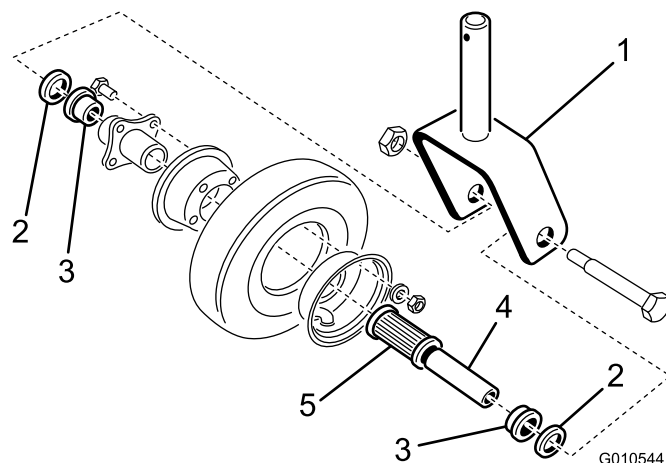

図 19
2. ホイールを横に傾けると、スパンナブッシュ（図 19）が落ちてくる。
3. ホイールのハブからベアリングリテーナを1個取り外すと、ベアリングが落ちてくる。ホイールハブの反対側からもベアリングリテーナを外す（図 19）。